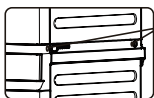

Abbildung 4
4. Entnehmen Sie vier ST3.9×16-Schrauben aus dem Zubehöropaket und befestigen Sie die Standfüße des Trockners beidseitig an der Stapelhalterung (Abbildung 4).